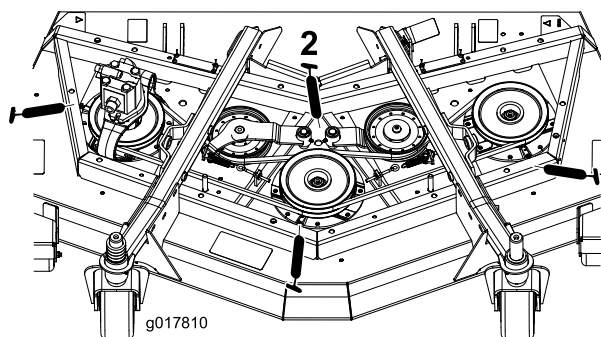

Figura 65
- Cojinetes de eje (3) (situados debajo de la polea) (Figura 65).
- Casquillos del pivote del brazo tensor (2) (Figura 65)